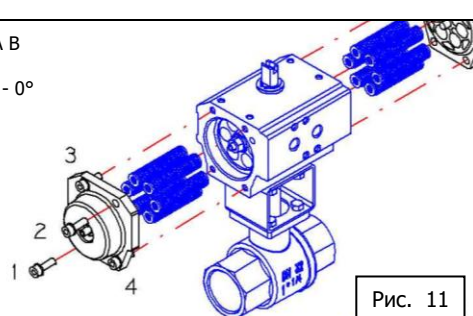

Рис. 11
1. Снять заглушки, открутив винты согласно их количеству, и вынуть пружины, если они имеются, из поршневых отверстий, см. Рис. 11.
5. Заново поставить пружины, если они имеются, и заглушки, вкручивая винты один за другим соответственно их количеству, как показано на Рис. 11.